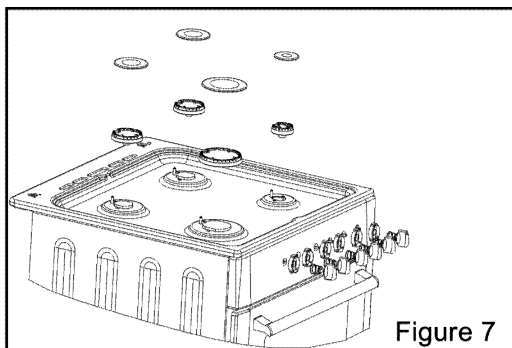

Figure 7
Le technicien devra tout d'abord vérifier le réglage gaz de votre cuisinière. Si elle est livrée en gaz naturel, il devra changer les injecteurs (voir ci-dessous) pour la rendre utilisable en gaz butane. L'installation doit être faite avec un tuyau gaz spécifique butane/propane vendu avec 2 colliers l'embout gaz butane avec le joint sera installé sur la cuisinière, le tuyau sera enfoncé à fond sur cet embout et un collier sera installé en serrant correctement, mais sans couper le tuyau. Faire de même coté détenteur (voir fig. 7).
- Retirez le chapeau de brûleur + le brûleur supérieur. (voir fig.7)